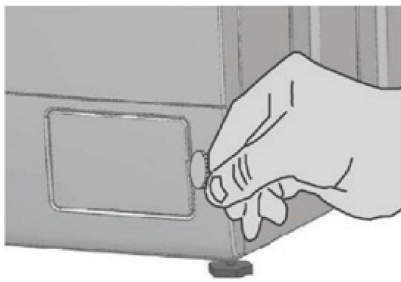

FIG. 1
- Déboîtez la trappe située en bas de votre lave-linge (Fig. 1) à l'aide d'une pièce de monnaie.